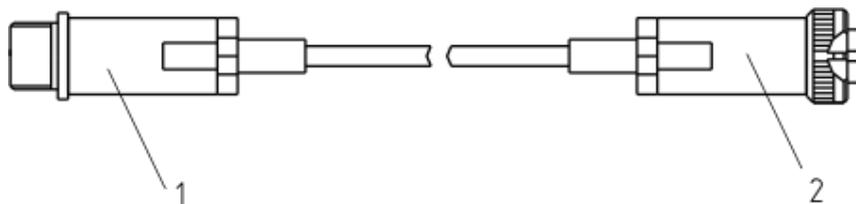
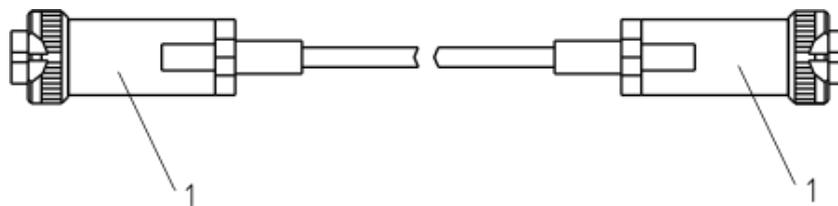

Рисунок 3.2 Кабель-удлиннитель для измерительных преобразователей, приведенных в ПРИЛОЖЕНИИ Б в пунктах 1, 4, 6, 7;
Рисунок 3.3 Соединительный кабель для измерительных преобразователей, приведенных в ПРИЛОЖЕНИИ Б в пунктах 2, 3, 5, 8;
Преобразователи при необходимости подключаются к измерительному блоку с помощью встроенного кабеля, кабеля-удлинителя (см. рисунок 3.2) или соединительного кабеля (см. рисунок 3.3) в зависимости от исполнения.
- 4.3 Соединить измерительный блок и измерительный преобразователь, при необходимости, воспользовавшись кабелем-удлинителем (см. рисунок 3.2) или соединительным кабелем (см. рисунок 3.3) в зависимости от исполнения преобразователя. В случае если анализируемая среда предполагает содержание механической пыли, паров масла принять меры по их устранению.